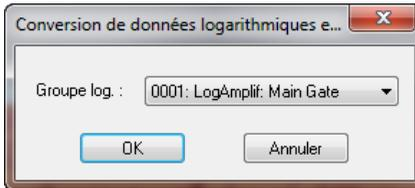

Figure 7-85 Boîte de dialogue Conversion de données logarithmiques en linéaires
2. Sélectionnez **Traitement > Convertir logarithmique à linéaire** dans le menu (voir la Figure 7-85 à la page 449).